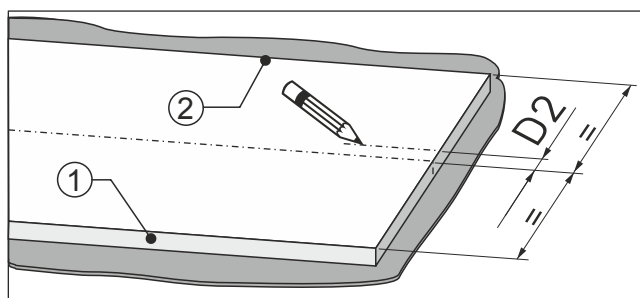

Fig. 96
- Izmjerite od središta fronte namještaja dimenziju Fig. 96 (D2) prema strani graničnika vrata Fig. 96 (2).